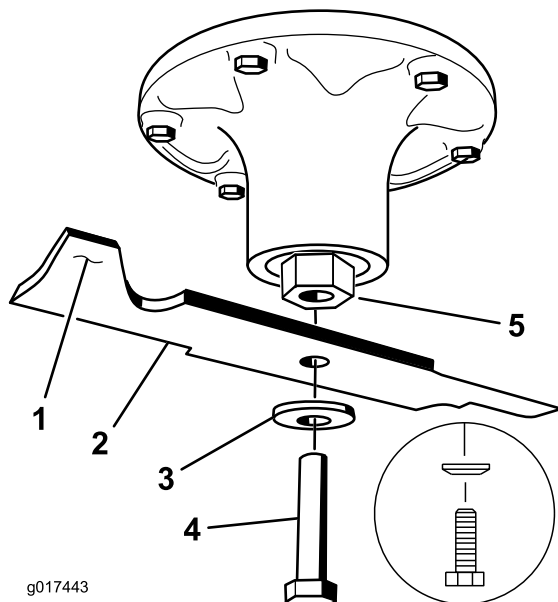

Figura 81
2. Togliete il bullone, la rondella curva e la lama dall'asse del fusello (Figura 81).